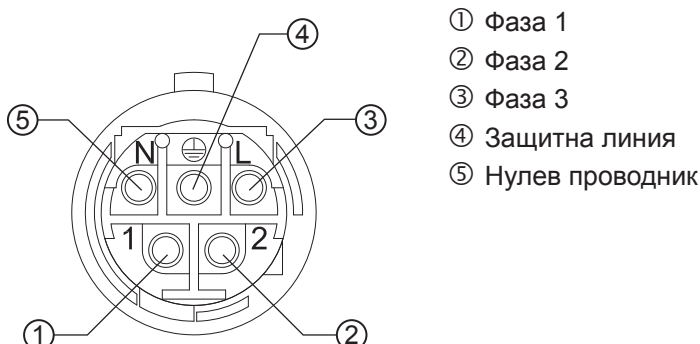

Рис. 9: Разпределение на клемите АС-щекер
- Пригответе доставения с пратката АС-щекер, както е описано в и от стр. 83 в и Рис. 9.